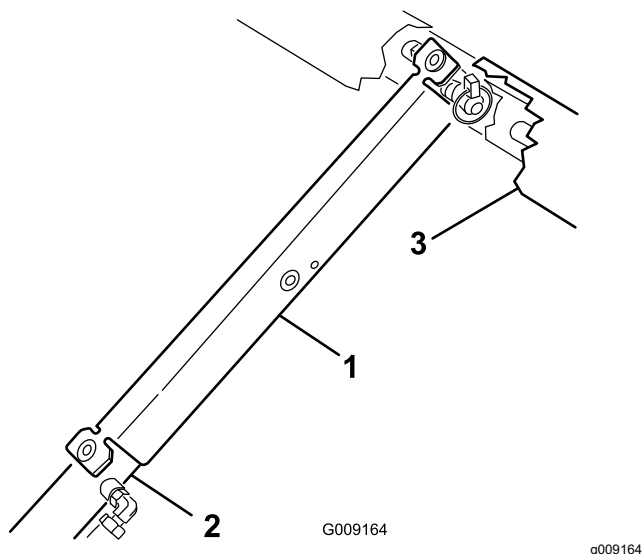

Figure 21
3. Poussez la béquille de sécurité du plateau sur la tige du vérin, et appuyez bien les pattes d'extrémité contre l'extrémité du corps du vérin et l'extrémité de la tige du vérin (Figure 21).